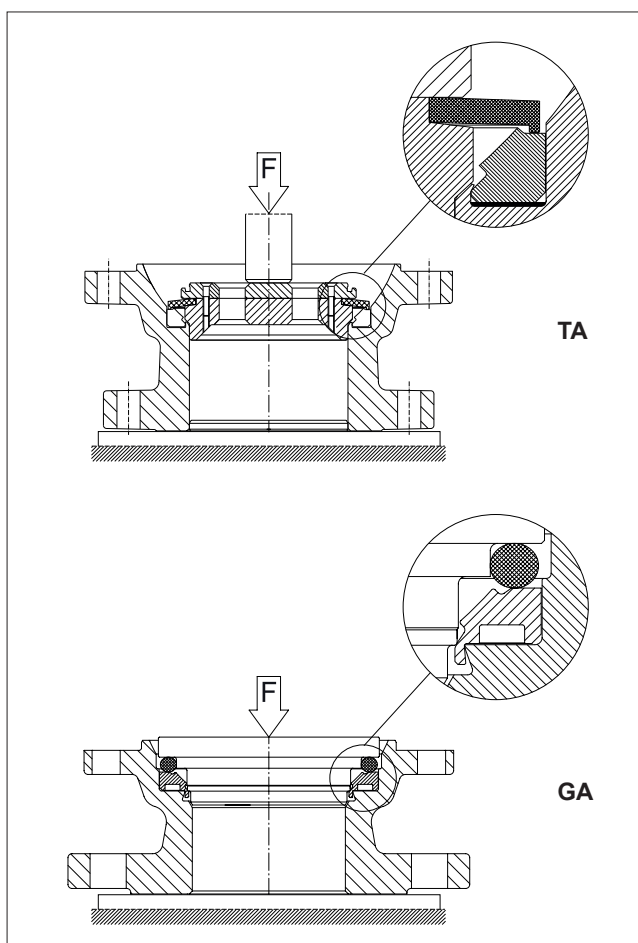

Fig. 33 Verrouillage d'un siège
- Mettre en place l'outil de verrouillage par-dessus le siège. Cf. figure 33.